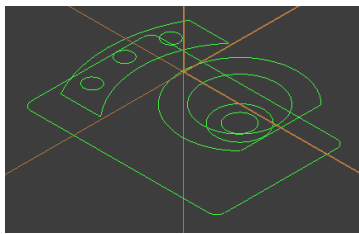

图 5-33 零件 2 的二维建模
5) 以“平移”方式复制 118mm×78mm 矩形到 Z-10 深度和 Z0 深度处，修剪多余线段，完成以后的图形如图 5-33 所示。